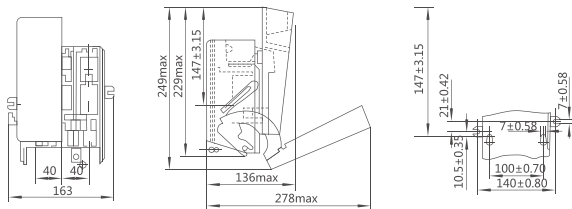

图1 HR5-100/20、30、31外形及安装尺寸
6.1 HR5-100/20、30、31外形及安装尺寸 (见图1)